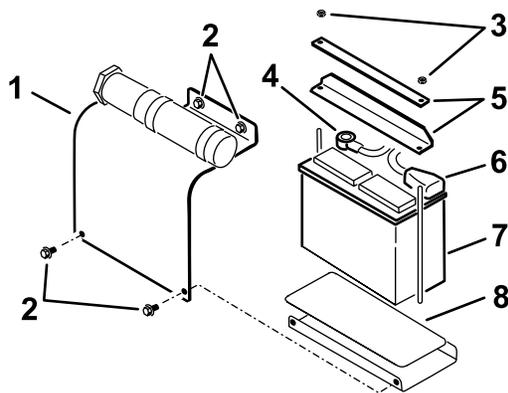

図 4
1. バッテリーカバーを固定しているボルト4本を外して、バッテリーカバーを取り外す **図 4**。
2. バッテリー固定用のバーとナットを外す 図 4。
5. プラットフォームにバッテリーを取り付ける 図 4。
6. 先ほど取り外したナットとバーで、バッテリーをシャーシに固定する 図 4。
7. バッテリーのプラス端子にプラス赤ケーブルを接続する 図 4。ゴムカバーをかぶせる。
8. バッテリーのマイナス端子にマイナス黒ケーブルを接続する 図 4。
9. バッテリーカバーを元通りに取り付ける先ほど外したボルト4本を使用する 図 4。